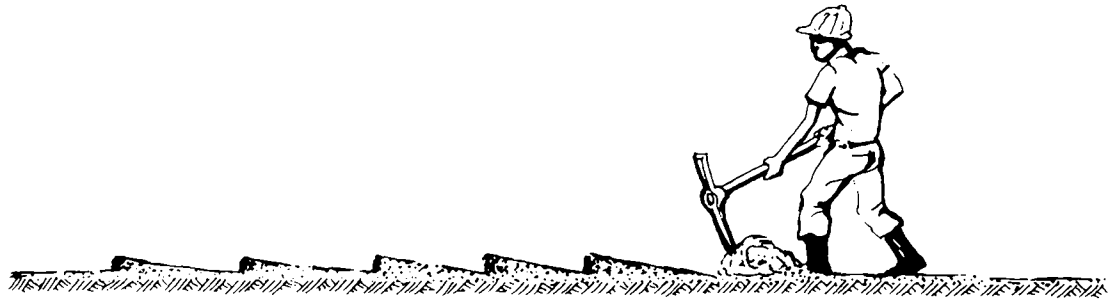

FIG. 1
1.º Passo – Solte as placas com uma picareta (fig. 1).